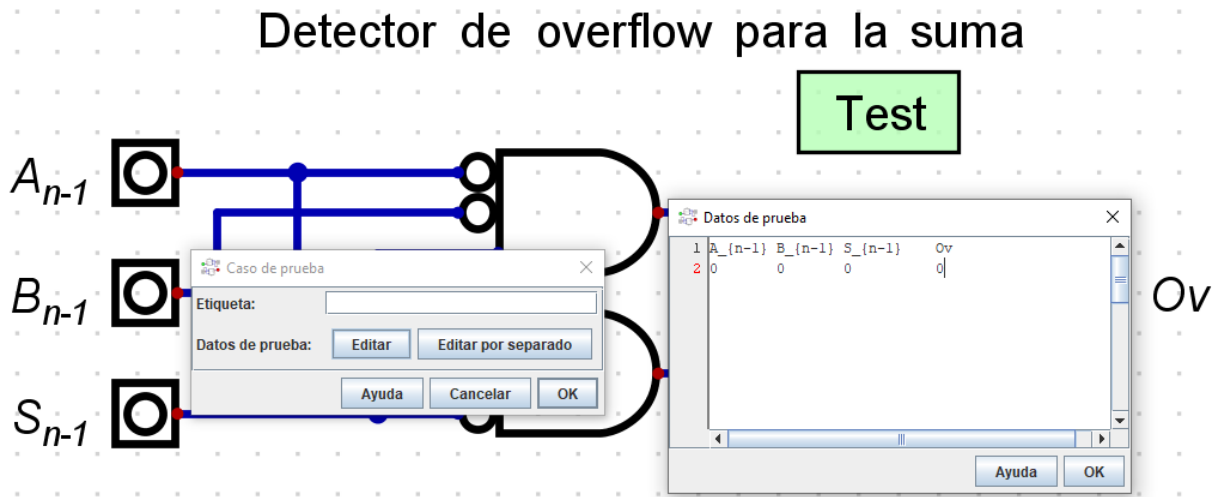

Figura 4. Componente para la comprobación del circuito
- Configura el componente **Test** haciendo click sobre él con el botón derecho del ratón y pulsando a continuación sobre el botón **Editar**. La pantalla de la aplicación será similar a la mostrada en la figura 4